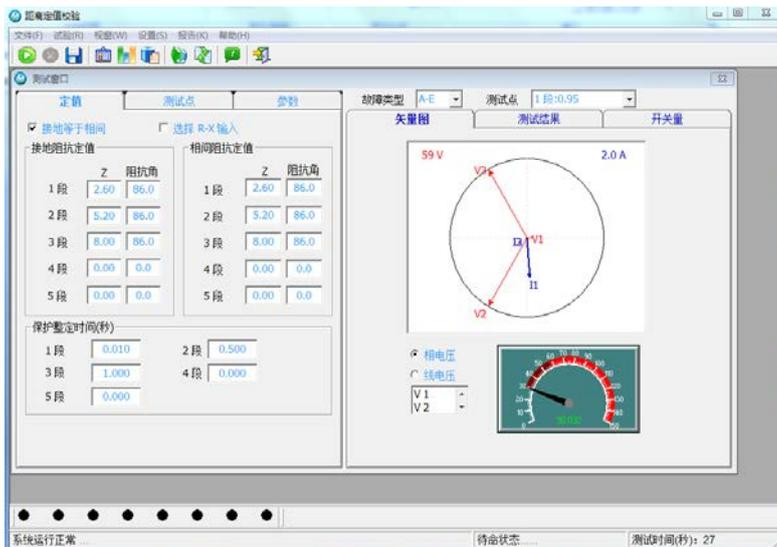

图 3.4.1-2
- A)、当不选中“选择 R-X 输入”时，在“图 3.4.1-2”的定值界面中输入保护的阻抗 (Z 值)和灵敏角。